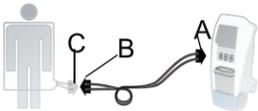

Abbildung 4 –
- Schließen Sie den Schlauch (A) an den Schlauchanschluss am Regler an (Abbildung 4).